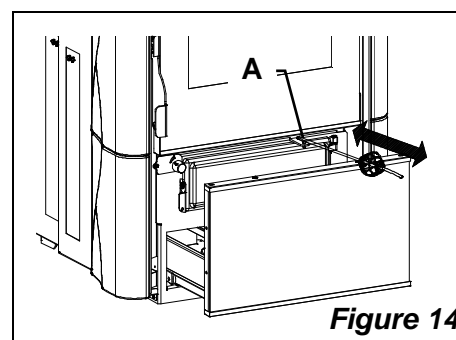

Figure 14
Au cours du fonctionnement du poêle en mode PELLETS, il faut secouer les bras pour éviter la stratification des cendres. Dans ce but, il suffit d'utiliser le dispositif pour secouer la grille (P) dont le levier est accessible en ouvrant le tiroir inférieur: **accrocher le tisonnier fourni au levier afin d'éviter des brûlures** et effectuer énergiquement le mouvement avant-arrière plusieurs fois (Figure 14 pos. A). Répéter l'opération 2 à 3 fois par jour.